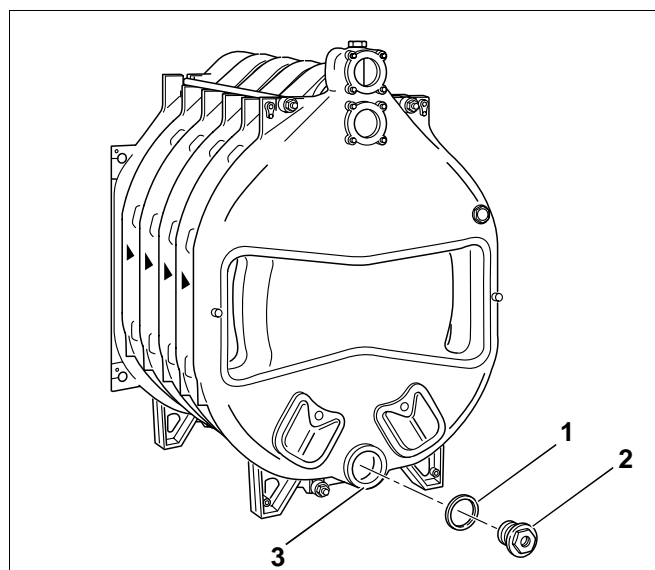

Fig. 21 Montering af flange
- Luk den nederste nippelgang (Fig. 21, **pos. 3**) forrest og bagest. Læg den passende pakning (Fig. 21, **pos. 1**) på den pågældende nippelgang, og tætn den pågældende prop.
Proppen med $\frac{3}{4}$ "-gevindboring til påfyldnings- og tømningstilslutning (Fig. 21, **pos. 2**) skal monteres på kedlens bagside.